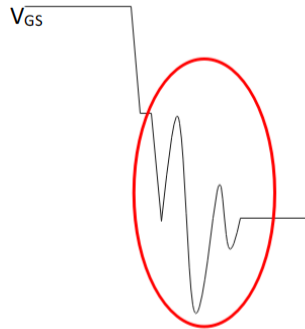

图7-5 栅极振铃现象
- 1) 栅极信号振铃，导致 MOS 损坏（如图 7-5 所示）；